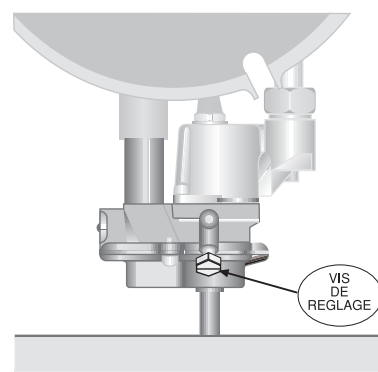

Fig.7
1. Effectuez le réglage de la vis (**Fig.7**) en suivant les indications du **Tableau n 3**. Cette vis, à tête hexagonale, est située sur la partie supérieure du corps du robinet (**Fig.7**). Elle est accessible par le dessus, sans avoir à enlever le bouton de commande, avec une clé plate de 6.